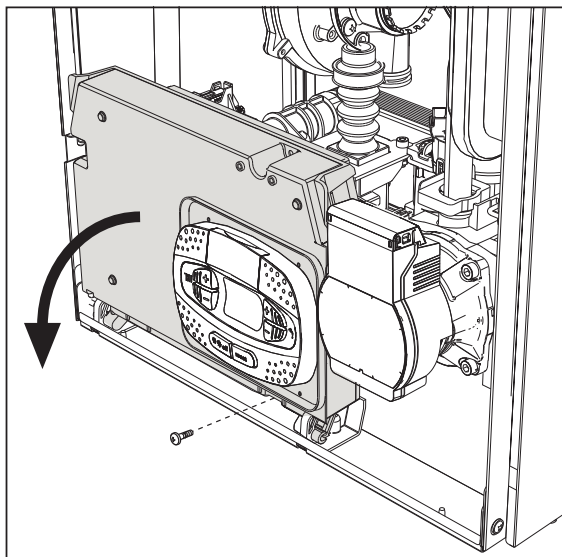
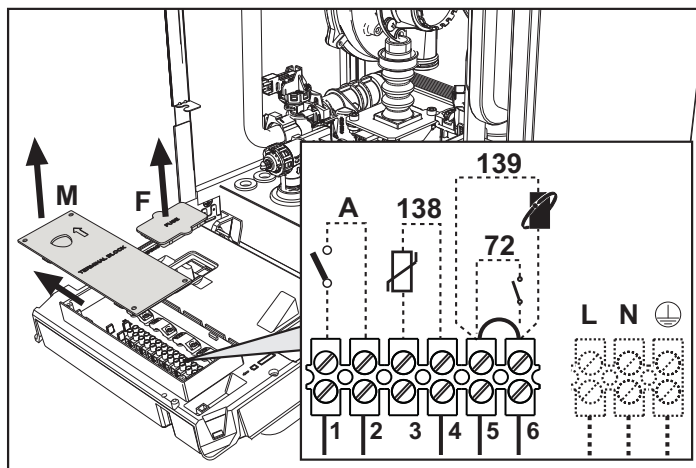

рис. 19
рис. 20
После снятия передней панели (*** 'Открытие передней панели' on page 131 ***) можно получить доступ к клеммной колодке (M) и предохранителю (F), действуя согласно нижеприведенным указаниям (рис. 19 и рис. 20). **Клеммы, указанные на рис. 20, должны иметь чистые контакты (не 230В).** Расположение зажимов и их назначение показаны также на электрической схеме на рис. 63.
Конфигурация выключателя ON/OFF (А рис. 20)